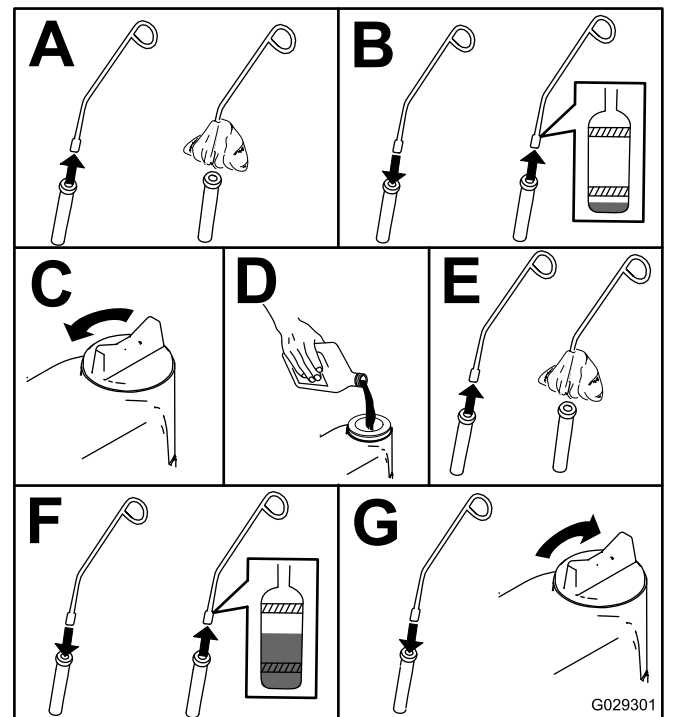

Figura 37
4. Controllate il livello dell'olio motore come mostrato nella Figura 37.